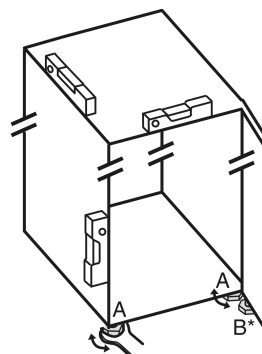

Fig. 23
- ▶ 用随附的开口扳手将垫脚 Fig. 23 (A) 借助水平仪旋出, 直至稳固、平坦对齐冰箱。
- ▶ 使用随附的开口扳手旋出托架上的垫脚 Fig. 23 (B), 直至垫脚平置于地板。
- ▶ 将垫脚 Fig. 23 (B) 继续旋转 90°。